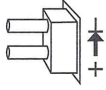

Abbildung 1
9. Schließen Sie das LED-Kabel an die Stiftleiste J1/J2/J3/J4 (optional) an (siehe Abbildung 1)